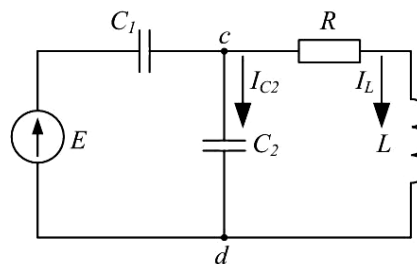

Рис. 3
3. Определить U_{cd} , I_{C2} , I_L , если $E = 5 \text{ В}$, $\omega = 10^5 \text{ с}^{-1}$, $C_1 = 10 \text{ мкФ}$, $C_2 = 5 \text{ мкФ}$, $R = 10 \text{ Ом}$, $L = 2 \cdot 10^{-2} \text{ мГн}$. Построить векторную диаграмму токов и топографическую диаграмму напряжений (рис. 3).